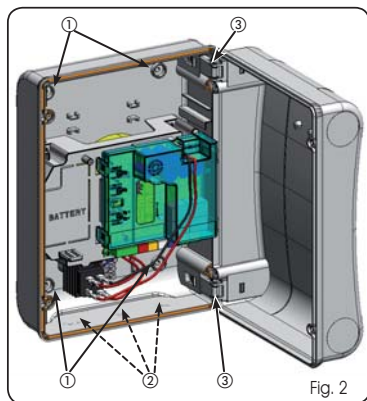
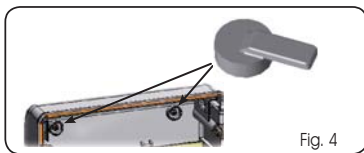

Fig. 2
Fig. 4
Dans la Fig.2 sont indiqués les quatre trous Ø 5 mm pour la fixation murale du coffret (réf.①), les trois dispositions M16/M20/M25 pour le montage des serre-câbles (réf.②) et les deux charnières du couvercle (réf.③).
Après avoir fixé le coffret dans la position choisie, couvrir les trous de fixation (réf. ① Fig.2) et les vis utilisées avec les bouchons fournis d'après la Fig.4.